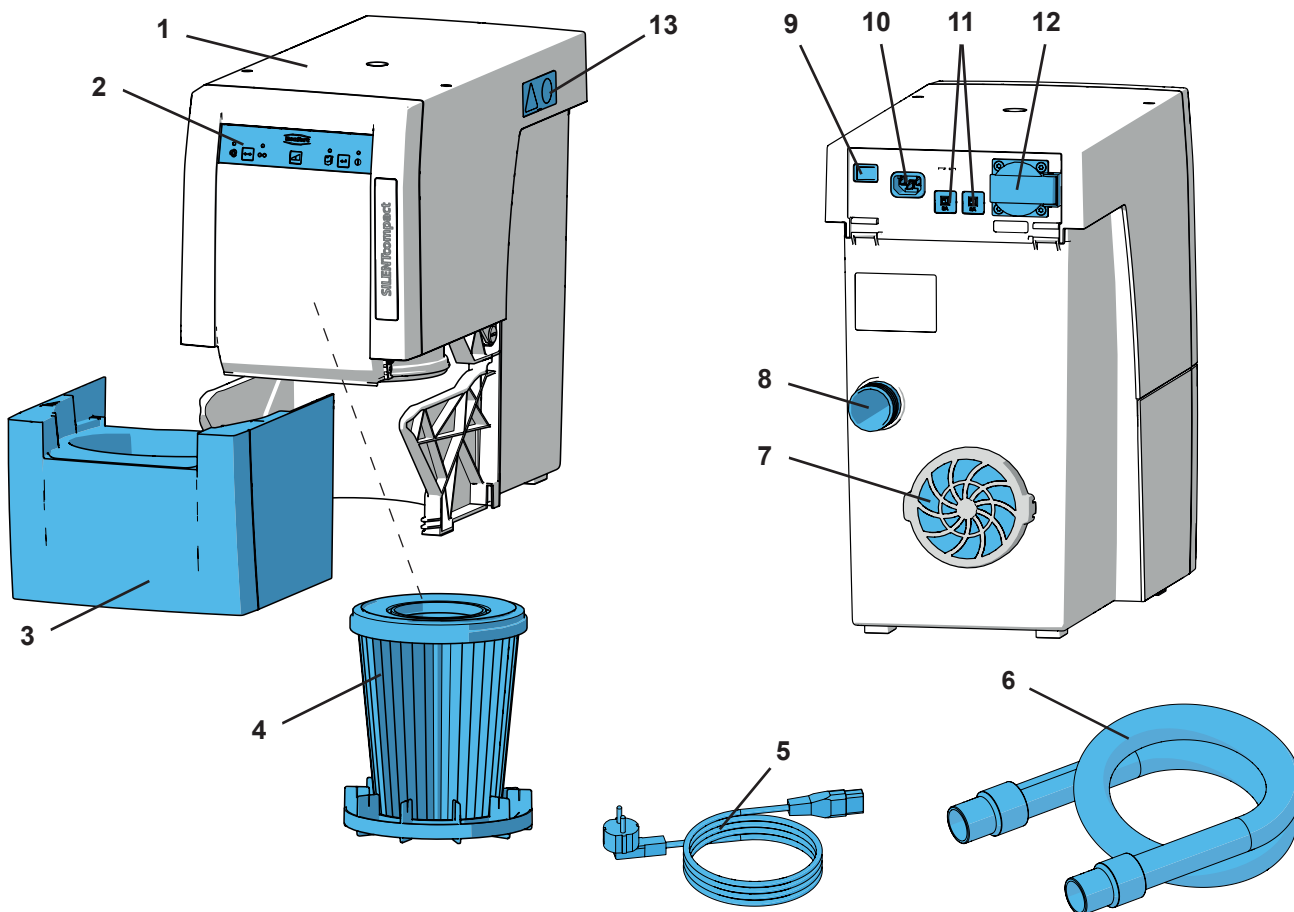

Fig. 1
- вытяжное отверстие (7, рис. 1) оставалось свободным.
- ⇒ Выключите прибор, нажав на выключатель (9).
- ⇒ Вставьте сетевой кабель (5, рис. 1) в гнездо подключения к сети (10).
- ⇒ Натяните всасывающий шланг (6, рис. 1) на всасывающий патрубок (8).